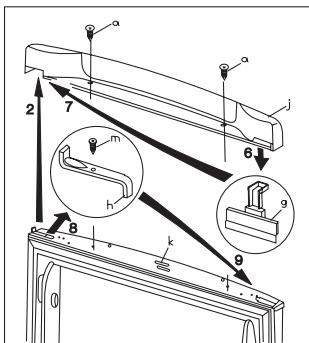

bild 2.
- Åpne døren på kjøleskapet, fjern toppdekselet (j) ved å skru ut de to skruene (a), lukk så døren (fig. 2).
- Flytt panelet (g) fra den ene siden av toppdekselet (2) til den andre (fig. 2).
- Skru ut skruen (m), fjern dørstopperen (h) og fest den omvendt på den andre siden (fig. 2).
- Åpne kjøleskapsdøren, fest toppdekselet (j) med to skruer (a); pass samtidig på at magneten (k) sitter som den skal, lukk så døren (fig. 2).